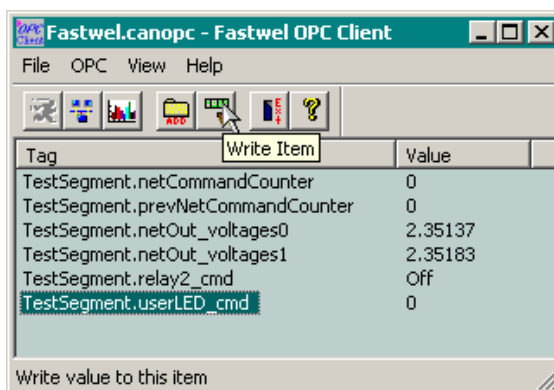

Рис. 67. Главное окно тестового OPC-клиента после соединения с тегами Fastwel CAN OPC Server
10. Выполняйте команду **OPC–Add Item** в главном меню клиента OPC последовательно для всех только что созданных тегов OPC-сервера, в результате чего главное окно клиента будет выглядеть, как показано на рис. 67.